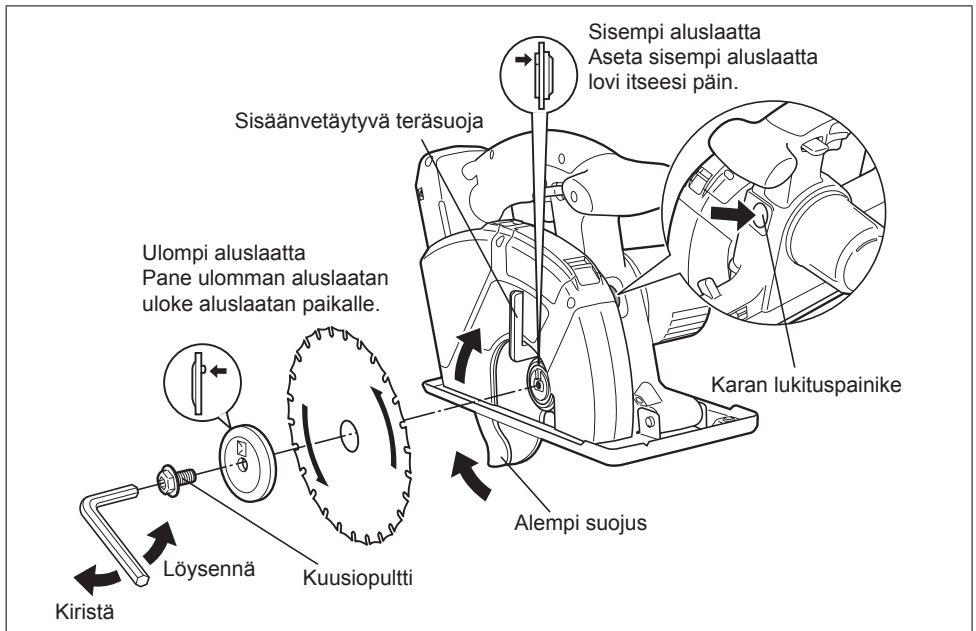

Fig.4
Varmista, että kuusioruuvi on kiristetty tiukasti. [Fig.4]
4. Asenna terä yllä olevan kuvan osoittamalla tavalla. [Fig.4]